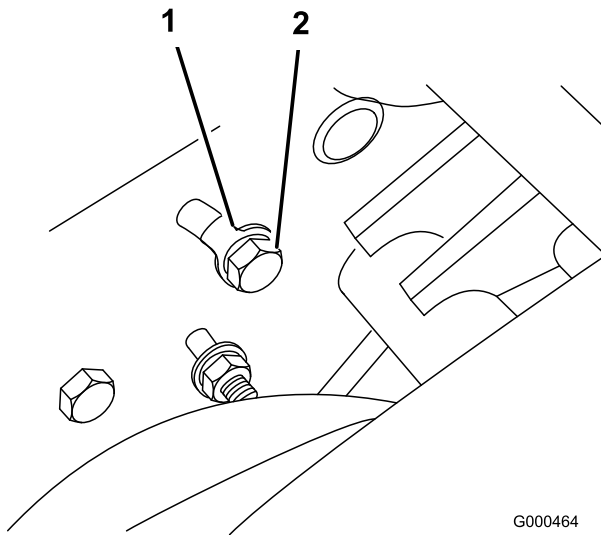

図 40
A. サイド・プレートの裏側でアイドラ・ブラケットをサイド・プレートに止めているボルト（図 40）をゆるめる。